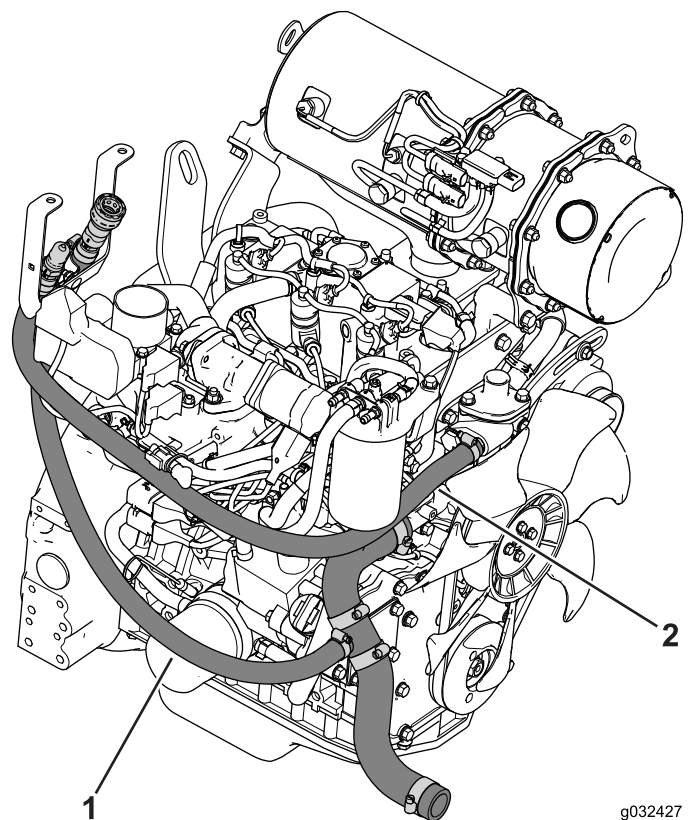

Figure 26
1. Acheminez le flexible d'alimentation comme montré à la Figure 26.